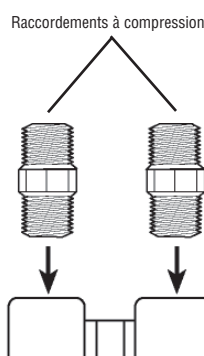

Figure 4
4. Visser un raccordement dans la sortie du filtre et l'autre dans l'entrée du filtre (les deux sont identifiés sur le module de tête du filtre). Resserrer les deux raccords à l'aide d'une clé. **Ne pas trop serrer. Trop serrer peut endommager la cartouche et causer des fuites** (figure 4).